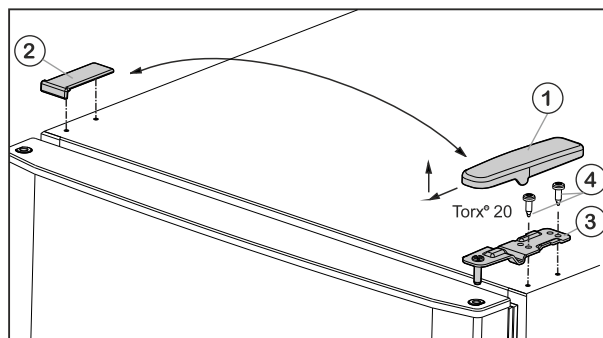
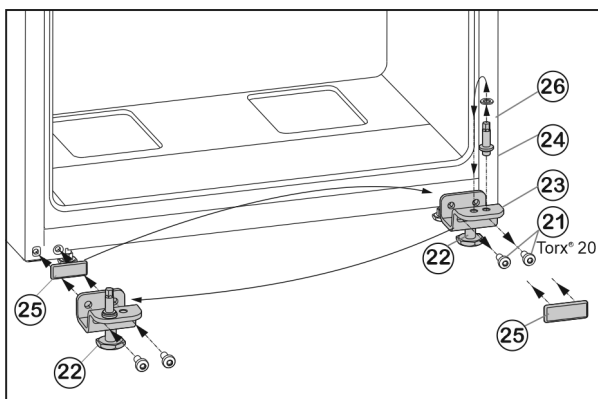

Fig. 5
Fig. 7
- Kryt Fig. 5 (1) odoberte smerom dopredu a hore.
- Kryt Fig. 5 (2) nadvihnite.
- ▶ Hornú ložiskovú konzolu *Fig. 5 (3)* odskrutkujte (2 krát Torx® 20) *Fig. 5 (4)* a odoberte smerom hore.
- ▶ Vyskrutkujte upevňovacie skrutky *Fig. 7 (21)*.
- ▶ Kompletnú ložiskovú konzolu dole *Fig. 7 (23)* odoberte spolu s ložiskovým čapom *Fig. 7 (24)*, podložkou *Fig. 7 (26)* a nastaviteľnou nohou *Fig. 7 (22)*.
- ▶ Ložiskový čap *Fig. 7 (24)* kompletne spolu s podložkou *Fig. 7 (26)* vyskrutkujte, premiestnite ho do protiláhlého otvoru uloženia ložiskovej konzoly a znovu ho pevne priskrutkujte.
- ▶ Opatrne odnímate kryt *Fig. 7 (25)* a premiestnite ho na opačnú stranu.
- ▶ Ložiskovú konzolu dole *Fig. 7 (23)* kompletne spolu s ložiskovým čapom *Fig. 7 (24)*, podložkou *Fig. 7 (26)* a nastaviteľnou nohou *Fig. 7 (22)* znovu naskrutkujte na novú stranu závesu, príp. ju znovu pomocou akumulátorového skrutkovača **pevne utiahnite (4 Nm)**.
- ▶ Spodné dvere nasadte zhora na ložiskový čap *Fig. 7 (24)*.
- ▶ Ložiskovú konzolu v strede (13) otočenú o 180° nasadte do spodných dverí a pomocou upevňovacích skrutiek (11) (2x Torx® 20) ju znovu pevne naskrutkujte na novú stranu závesu (4 Nm).
- ▶ Opäť nasadte plastovú podložku (10).
- ▶ Vrchné dvere nasadte na ložiskovú konzolu v strede (13).
- ▶ Vrchnú ložiskovú konzolu *Fig. 5 (3)* nasadte na novej strane závesu do dverí.
- ▶ Hornú ložiskovú konzolu **pevne (pomocou krútiaceho momentu 4 Nm)** priskrutkujte (2x Torx® 20) *Fig. 5 (4)*. V prípade potreby použite akumulátorový skrutkovač.
- ▶ Kryt *Fig. 5 (1)* nasadte na opačnú stranu zvonka a zaklapnite.
- ▶ Kryt *Fig. 5 (2)* nasadte vždy na opačnú stranu zhora a zaklapnite.
- ▶ Vytočte nastaviteľnú nohu *Fig. 7 (22)* na ložiskovej konzole dole *Fig. 7 (23)*, pokiaľ nedosadá na podlahu.